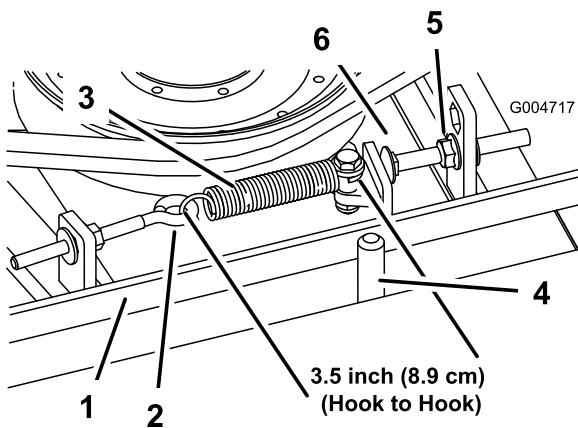

Figura 69
Cuando está correctamente tensado, la longitud en el interior del muelle de extensión (entre ganchos) debe ser de 8,3 cm a 9,5 cm aproximadamente. Una vez que haya obtenido la tensión correcta del muelle, ajuste el perno de tope (perno de cuello cuadrado) hasta que quede aproximadamente 2–5 mm de holgura entre la cabeza del perno y el brazo tensor (Figura 69).
Nota: Asegúrese de que la correa está colocada en el lado del muelle de la guía de la correa (Figura 69).
2. Afloje el perno de ojal para poder retirar el muelle de extensión (Figura 69).
3. Afloje la tuerca con arandela prensada que fija el perno de tope a la pestaña de montaje, y aparte la polea tensora de la correa para aliviar la tensión de la correa (Figura 69).
9. Conecte el muelle de extensión (Figura 69) al perno de ojal y tense la correa de la siguiente manera: